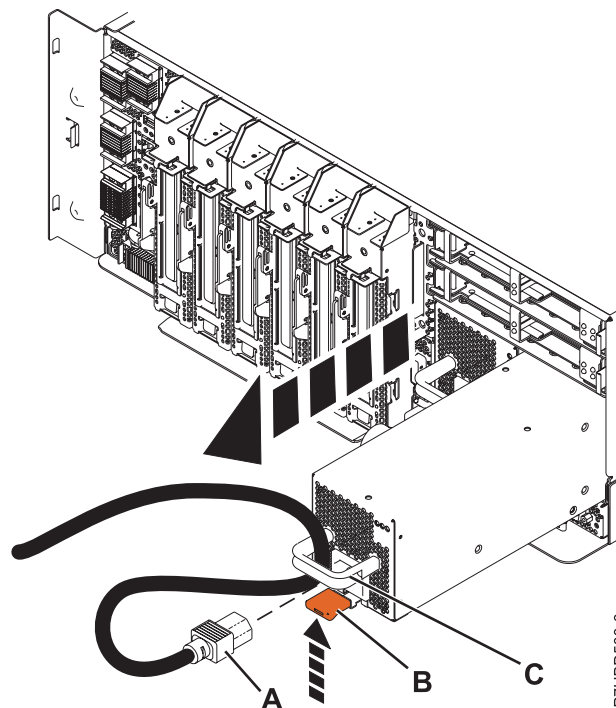

Figure 2. Retrait de l'alimentation électrique
7. Extrayez le bloc d'alimentation du système, comme indiqué dans la figure 2.